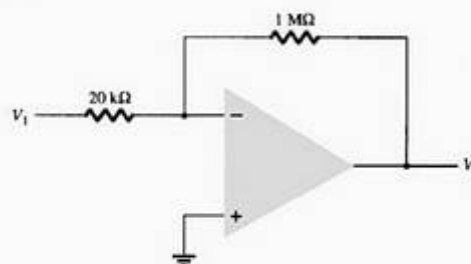

Figura 13.44 Problema 5.
5. Que tensão de entrada produz uma saída de 2 V no circuito da Figura 13.44?